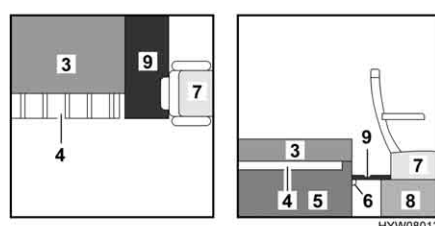

Fig. 109 Durante la trasformazione
- Tirare il cuscino del divano (Fig. 109,3) in avanti.
- Inserire la prolunga dei sedili (Fig. 109,9) nella rotaia (Fig. 109,6) sul cassone letto (Fig. 109,5) e lasciarla sulla console (Fig. 109,8) del sedile del conducente.